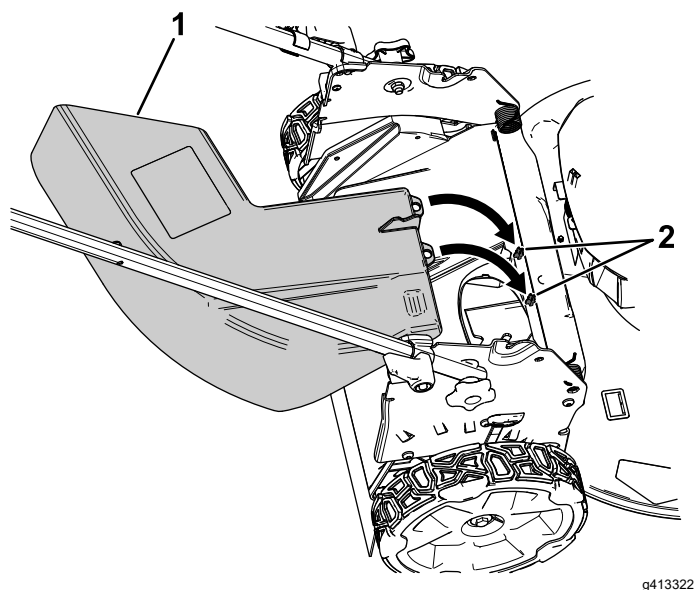

Figure 14
2. Fixez la goulotte d'éjection latérale à l'arrière de la machine en vous aidant des points de fixation (Figure 14).